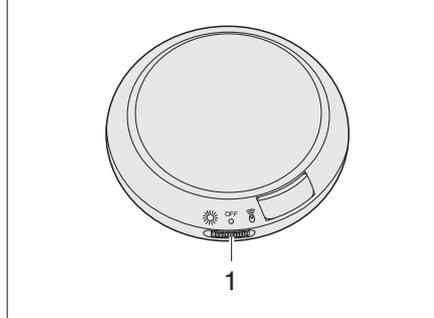

Bild 108 Leuchte im Aufstelddach
Leuchte einschalten: ■ Schalter (Bild 108,1) nach links schieben.
Leuchte ausschalten: ■ Schalter (Bild 108,1) in die Mitte schieben.
- Schalter (Bild 108,1) nach rechts schieben.